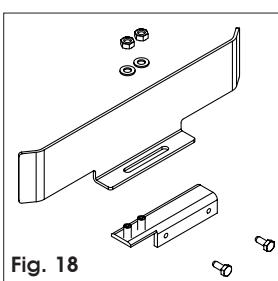

Fig. 18
- 1) Monte y fije las 2 láminas perfiladas en los 2 soportes en U con tuercas y arandelas en dotación, como se indica en la Fig. 18.